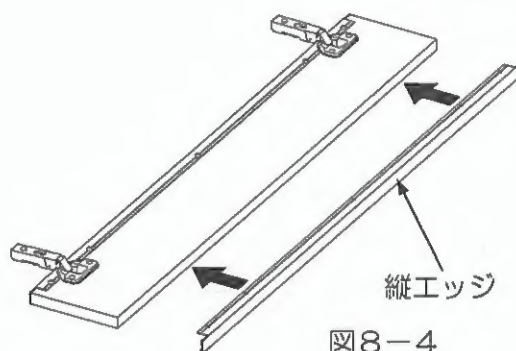

図8-4
(3) 養生フィルムをはがした後、縦エッジを扉に当てがい扉に下穴Φ2穴 5カ所をあけた後に付属のトラスタッピンネジ3.5×14 4本で固定してください。但し、プッシュラッチ固定位置(LR両勝手一番上の固定位置)にはプッシュラッチ受座を付属の皿木ネジ3.1×13 1本でエッジと共に固定してください。(図8-4・5)